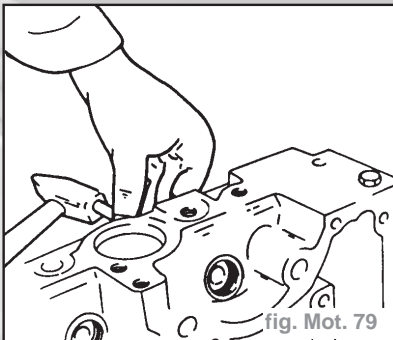

fig. Mot. 79
- Chasser les douilles calorifuge des bougies d'allumage de la culasse à l'aide d'un mandrin en laiton (10 mm de diamètre) (fig. Mot. 79).